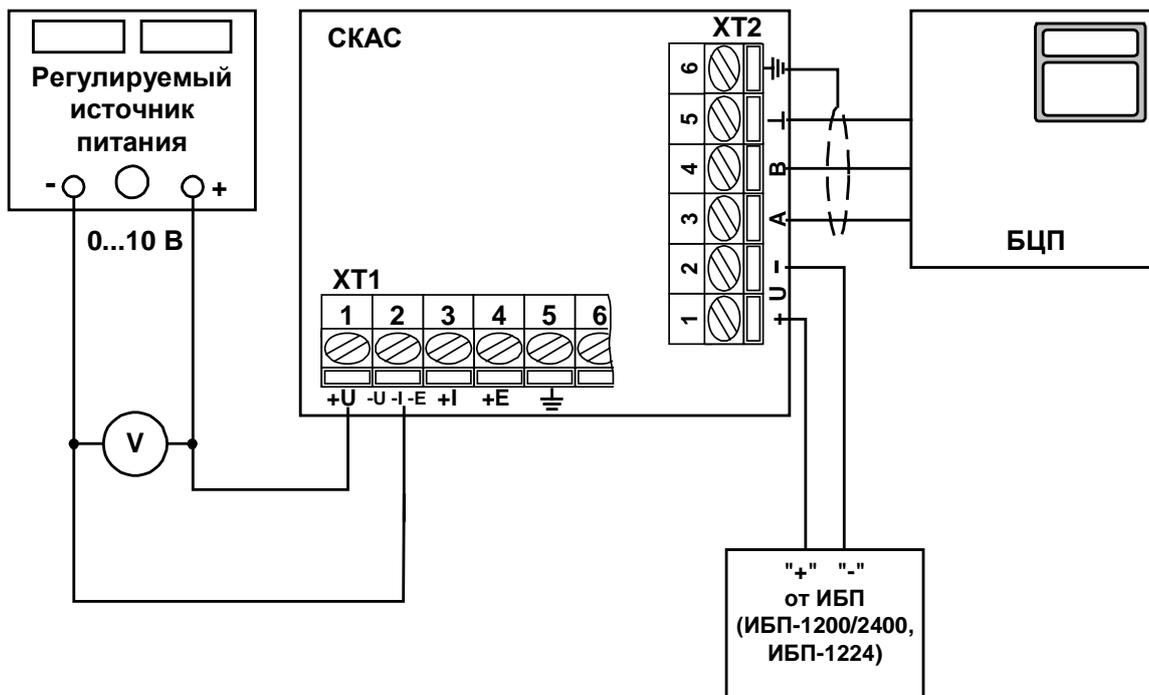

Рис. 9 Схема проверки аналогового входа по напряжению
- При выключенных приборах собрать схему Рис. 9.